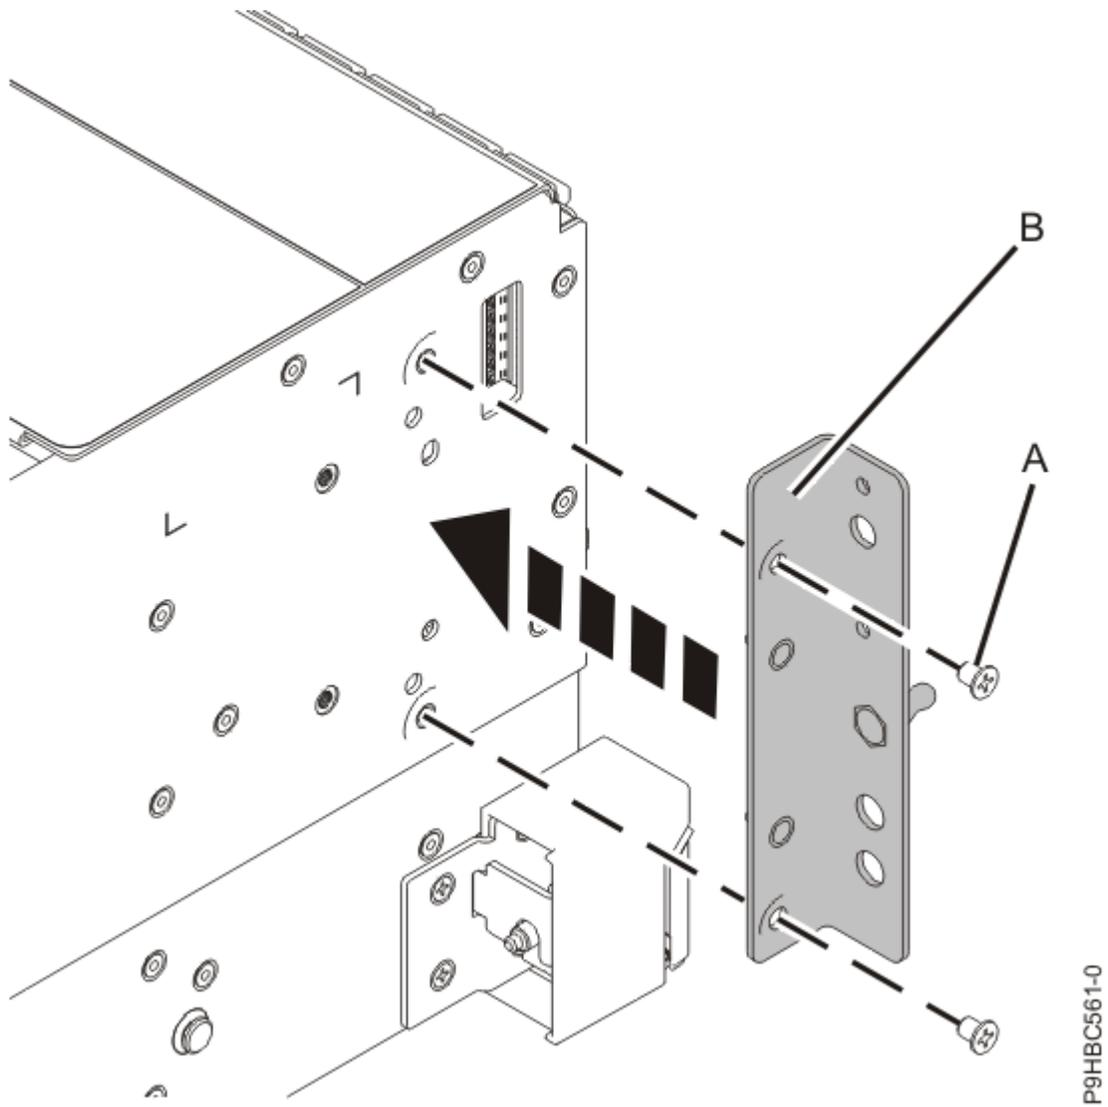

Figura 78. Substituir o suporte do painel de controlo
5. Para o sistema montado em bastidor, ligue o suporte **(B)** ao lado do sistema com dois parafusos **(A)** conforme apresentado na Figura 78 na página 83.